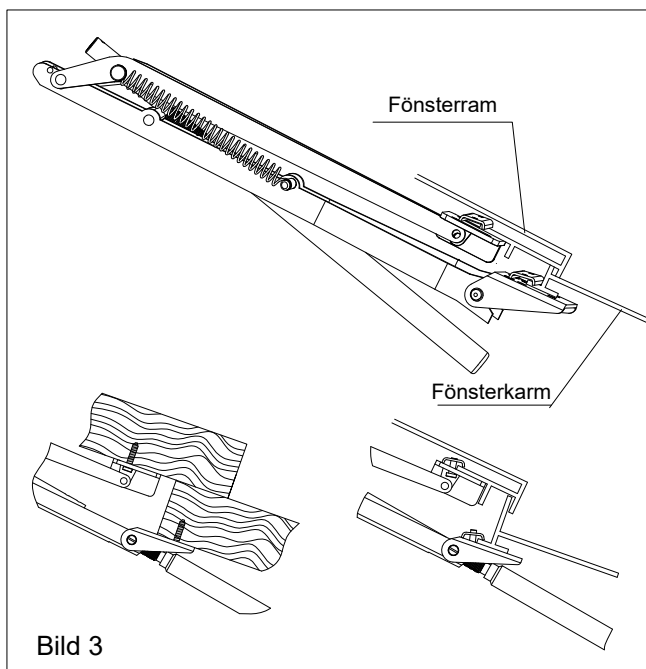
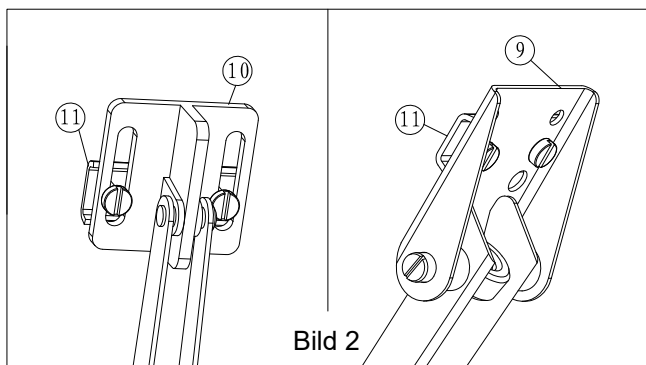

Bild 3
Bild 2
2. Montera ett klämbleck (11) löst på fönsterfästet (10) med två av de medföljande skruvarna. Se bild 2. På träväxthus kan fästena skruvas direkt i träramen. Se bild 3.
3. Välj lämpligaste hålpar och montera det andra klämblecket löst på karmfästet (9). Se till att överkant av karmfästet är så nära kanten på fönsterfästet som möjligt. Se bild 3.